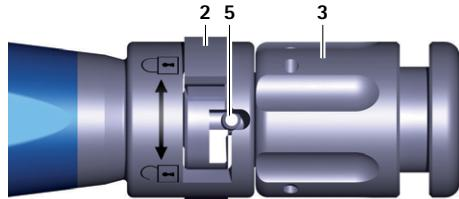

Fig. 4 Gros plan de l'instrument d'insertion, implant d'essai/implant serré
- ▶ Tourner l'écrou de serrage 3 sur l'instrument d'insertion A dans le sens des aiguilles d'une montre (sens "back") jusqu'à ce que l'implant d'essai soit serré, voir Fig. 4.
- ▶ Tourner l'écrou de serrage **3** sur l'instrument d'insertion **A** dans le sens des aiguilles d'une montre (sens: "back") jusqu'à ce que l'implant soit serré, voir Fig. 4.